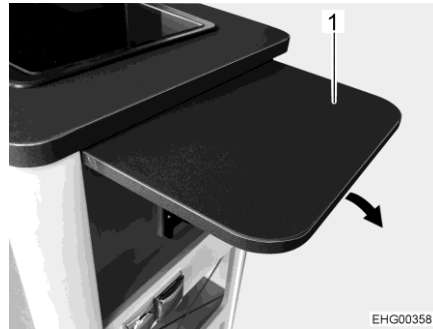
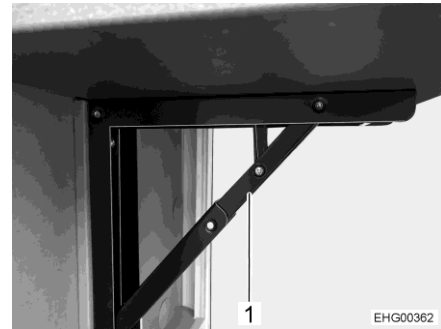

Bild 26 Thekenklapptisch
Bild 27 Halterung
- Thekenplatte (Bild 26,1) nach oben klappen, bis die Halterung (Bild 27,1) einrastet.
- Halterung (Bild 27,1) einklappen und Thekenplatte (Bild 26,1) nach unten klappen.